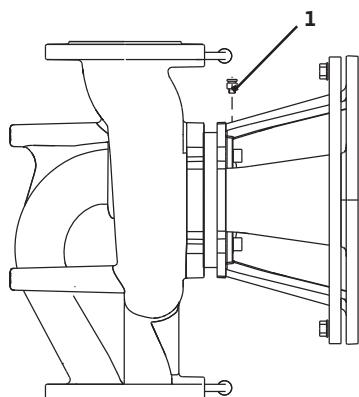

Fig. 41: Valvola di sfiato
- Sfiatare le pompe allentando le valvole di sfiato (fig. 41, pos. 1). Un funzionamento a secco distrugge la tenuta meccanica della pompa. Il trasduttore differenza di pressione non deve essere sfiatato (pericolo di distruzione).